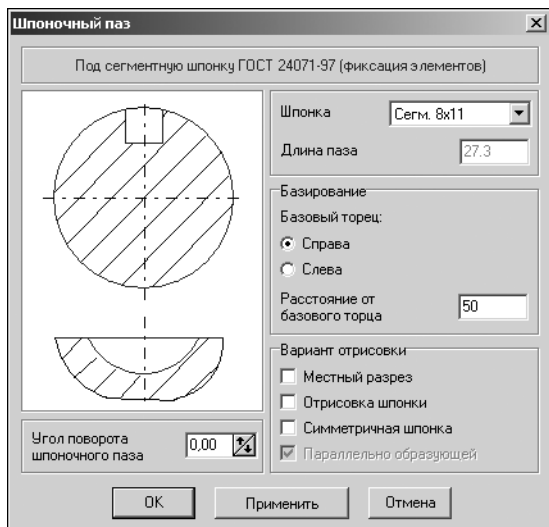

Рис. 4.29.
4. Укажите тип паза **Под сегментную шпонку ГОСТ 24071-97 (фиксация элементов)** и щелкните левой клавишей мыши. Откроется окно, предназначенное для ввода параметров шпонки и шпоночного паза (рис. 4.29).